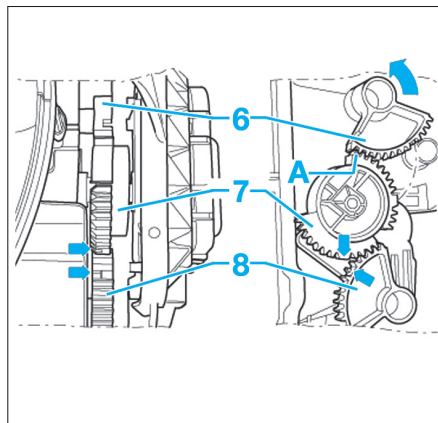

Fig. 21
- fermer le volet d'air frais illustré par une flèche (Fig.21) et le maintenir fermé,